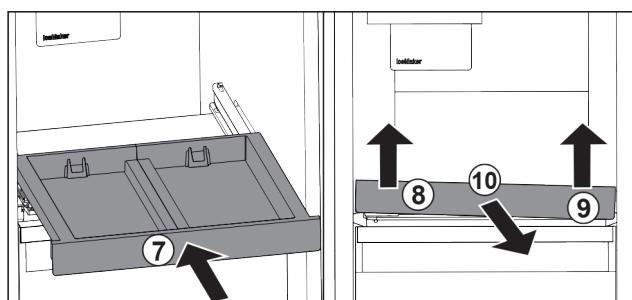

Fig. 102
- Inserați raftul extractibil. Fig. 102 (7)
- Ridicați raftul extractibil din față stânga. Fig. 102 (8)
- Ridicați raftul extractibil din față dreapta. Fig. 102 (9)
- Extragăți raftul extractibil spre înainte. Fig. 102 (10)